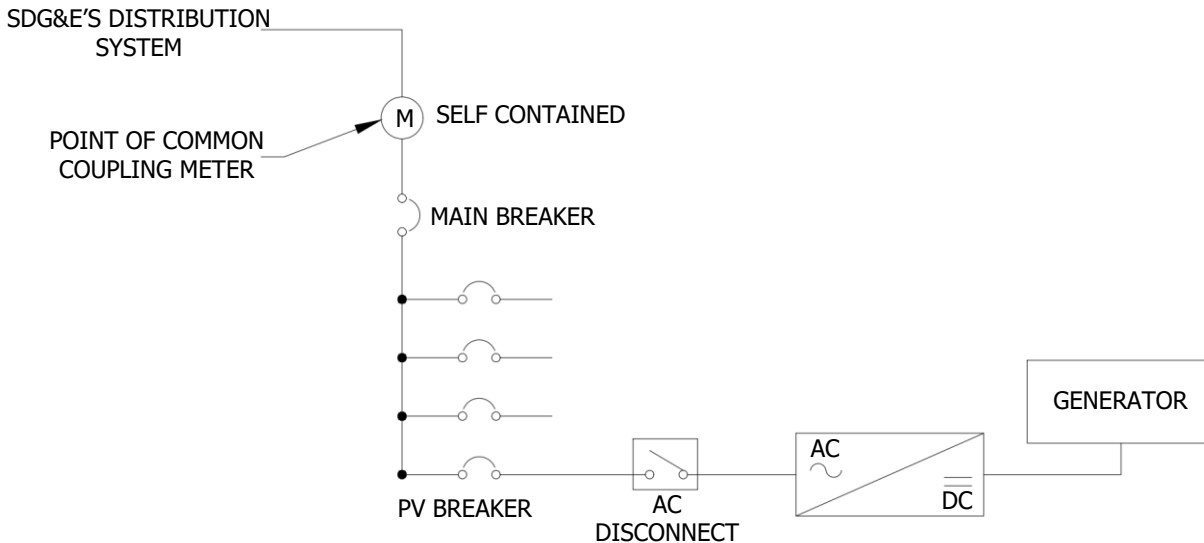

FIGURE 2
- II. A DISCONNECT SWITCH IS HIGHLY RECOMMENDED BUT NOT REQUIRED. REFER TO FIGURE 2 ON PAGE SG 806.4 IF YOU CHOOSE TO INSTALL A DISCONNECT SWITCH.